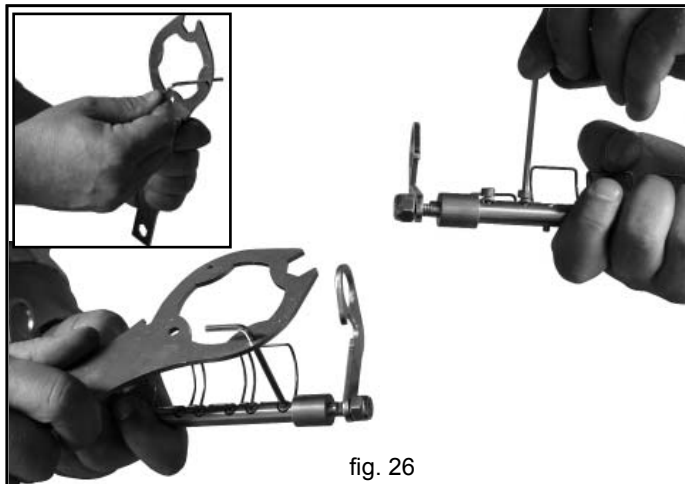

fig. 26
- 5) Mit dem Universalschlüssel und einem zusaetzlichen Sechskantschlüssel (nr. 3) wie im Bild gezeigt die Halteschrauben loesen, ein vollstaendiges Abschrauben ist nicht erforderlich. (Fig. 26).